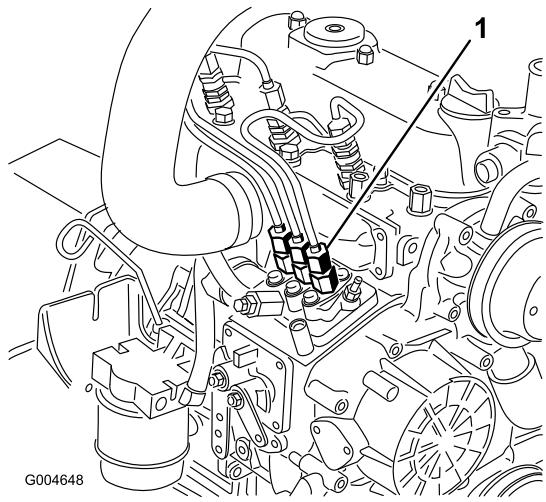

Figura 48
1. Mettete un cencio sotto il raccordo del tubo proveniente dalla pompa d'iniezione e diretto all'ugello dell'iettore n. 1, come illustrato nella Figura 48.